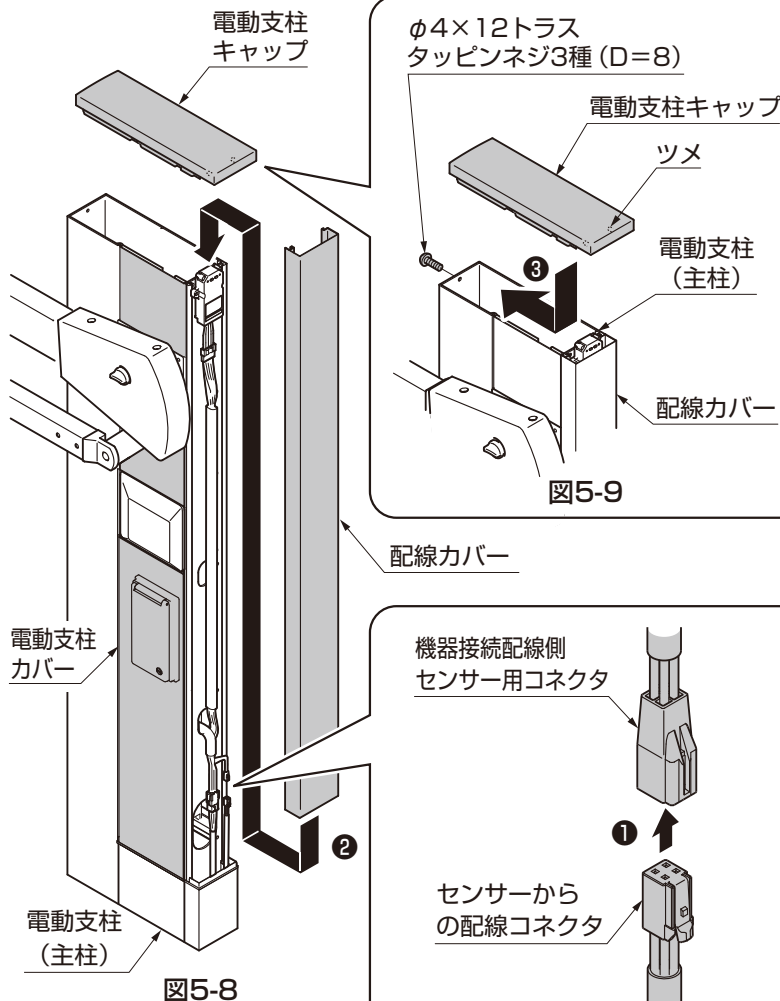

図5-8
- ① コントロールボックスから出ている機器接続配線側センサー用コネクタのキャップを取外し、コネクタをセンサーからの配線コネクタに接続して下さい。
- ② 配線カバーを電動支柱に取付けてください。(図5-8参照)